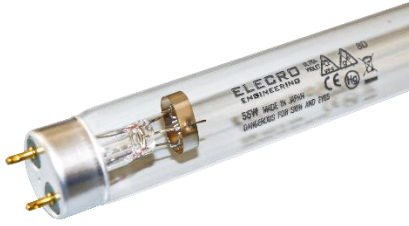

Abb. 8
- Ggf. Auswechseln der Lampe(n). Abb. 8